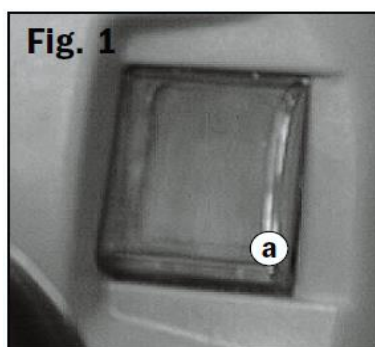
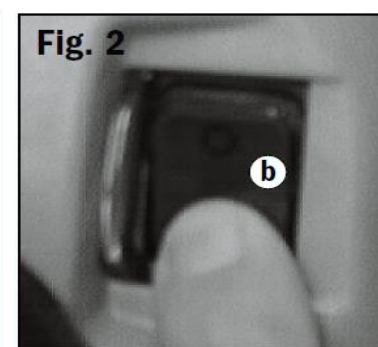

Fig. 1
Fig. 2
Skaidrus elektros jungiklio gaubtas (a) pav.(Fig.1) apsaugo nuo savaiminio frezerio įsijungimo. Apsauginis gaubtas turi būti atitrauktas į šoną prieš nuspaudžiant elektros jungiklį. Apsauginis gaubtas išliks atviras tol kol bus išjungtas elektros jungiklis pav.(Fig.2), tuomet apsauginis gaubtas grįš į pradinę padėtį.
1. Išjunkite elektros jungiklį (b) ir leiskite apsauginiam gaubteliui (a) uždaryti elektros jungiklį pav.(Fig.1).